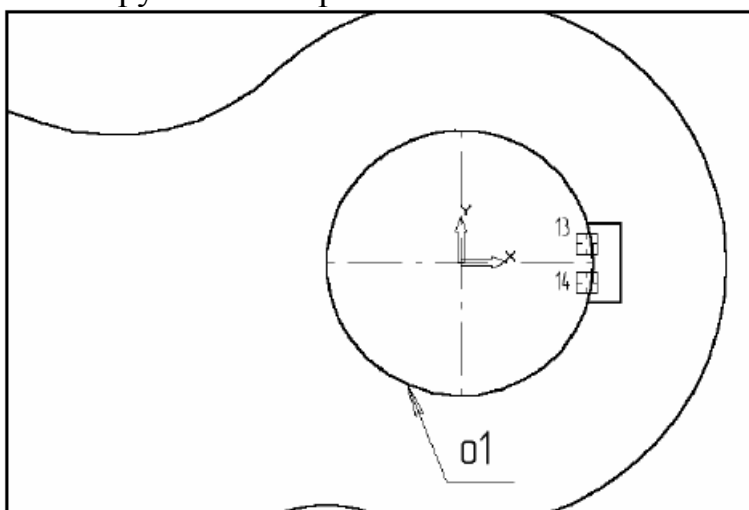

Рис. 3.12
27. Удалите вспомогательные построения. Затем с помощью команды **Усечь кривую**  удалите лишний участок окружности **o1** (мишени 13 и 14 на рис. 3.12). **Замечание:** Вам потребуется выполнить два щелчка мишенью, так как данный участок окружности пересекает осевая линия.